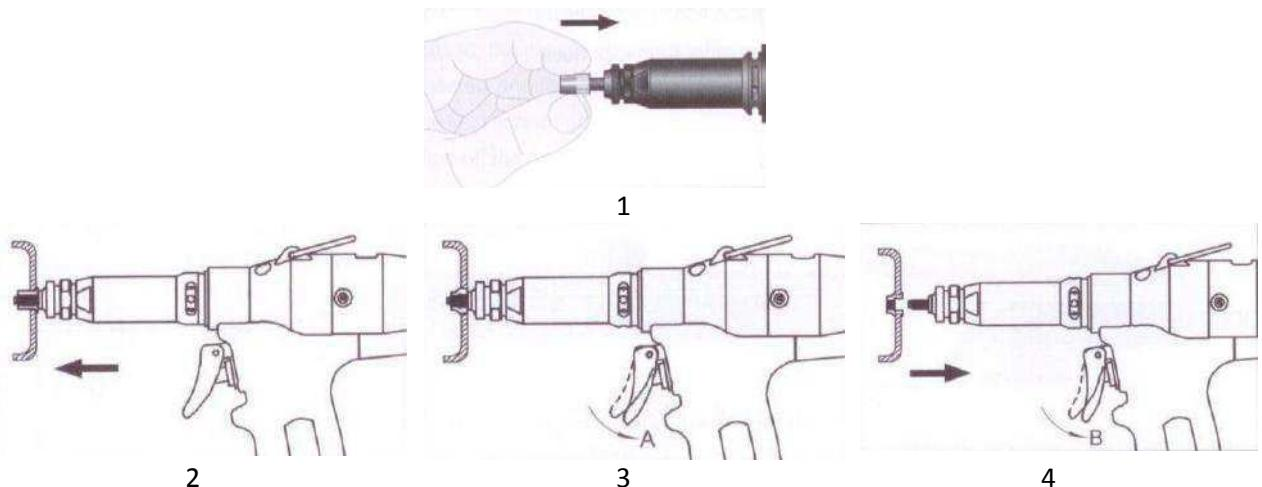
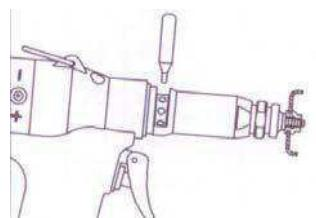

Рис. 3
Рис.4
- Вставьте резьбовую заклепку, оказывая легкое осевое давление на резьбовой шток аппарата (см. рис. 3). Двигатель начинает вращаться (1).
- Вставьте заклепку в заклепываемую деталь (2).
- Слегка нажмите курок, в положение А, заклепка деформируется (3).
6. Удерживая курок сильнее, приведя ее в положении В (4), резьбовой шток автоматически начнется обратное вращение, заклепка открутиться. Двигатель автоматически останавливается. В случае, если заклепка не отвинчивается автоматически, необходимо выкрутить резьбовой шток вручную, при помощи регулировочного ключа (см.рис. 4).